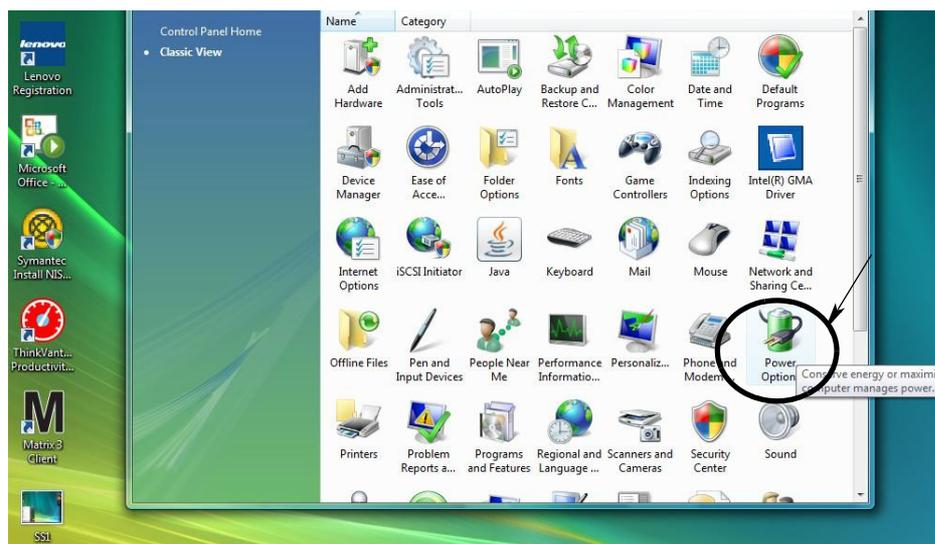

FIG. 33
2. Quindi selezionare l'icona Opzioni di risparmio energia (FIG. 33).